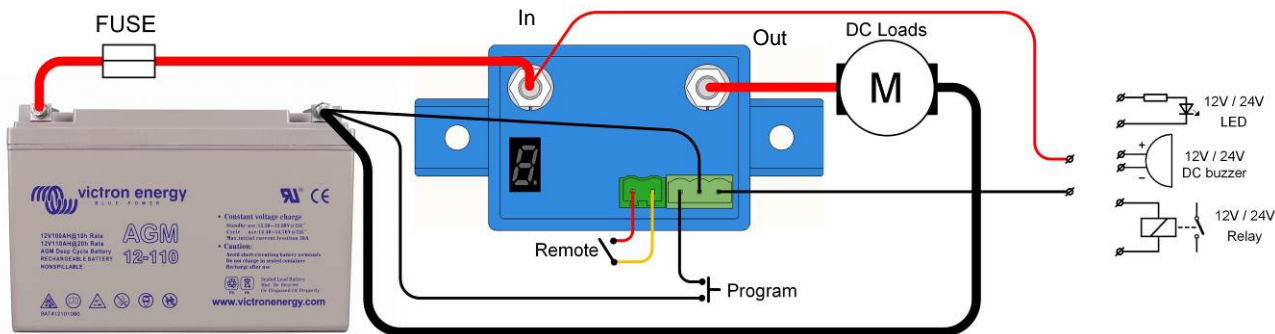

Figure 1: Connection diagram of the BP-65
- De BatteryProtect (BP) moet worden geïnstalleerd in een goed geventileerd gebied en bij voorkeur dicht (max. 50 cm) bij de accu (maar in verband met de mogelijke corrosieve gassen niet boven de accu). Een spanningsverlies over een lange of te klein bemeten kabel tussen de pluspool van de accu en de BP kan leiden tot een onverwachte uitschakeling van de BP.
- Een schakelaar voor in-/uitschakelen op afstand kan worden aangesloten op de twee poolaansluitingen (zie afbeelding 1) of tussen pin 2-1 of de twee poolaansluitingen en de plus van de accu.
- Een zoemer, LED of relais kan worden aangesloten tussen de alarmuitgang en de plus van de accu (zie afbeelding 1). Maximale belasting op de alarmuitgang: 50mA (bestand tegen kortsluiting).